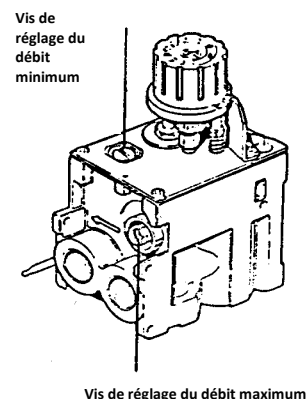

Fig. 4
- Réguler la pression de la vanne thermostatique, à cet effet agir sur les vis de régulation du débit maximal (Fig. 4)